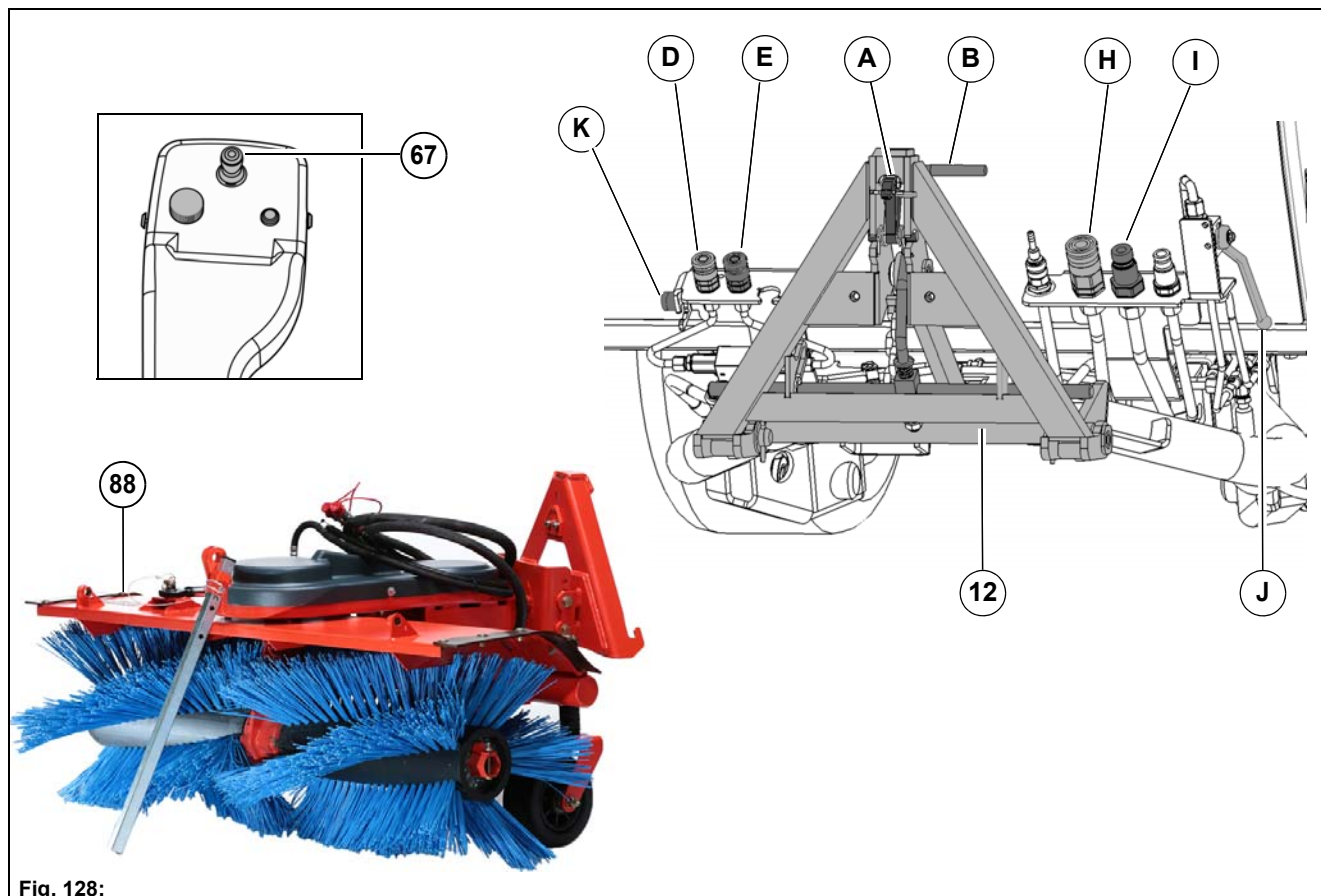

Fig. 128:
2. Déverrouiller le crochet de fixation **Fig. 128-A** et la barre de fixation **Fig. 128-B** sur le triangle d'attelage.
6. Fermer la soupape **Fig. 128-J** pour le système de levage de l'orifice d'aspiration.
- Moteurs hydrauliques balayeuse frontale, retour = **Fig. 128-H**
- Moteurs hydrauliques balayeuse frontale, arrivée = **Fig. 128-I**
- Pivotement balayeuse frontale, arrivée = **Fig. 128-D**
- Pivotement balayeuse frontale, retour = **Fig. 128-E**